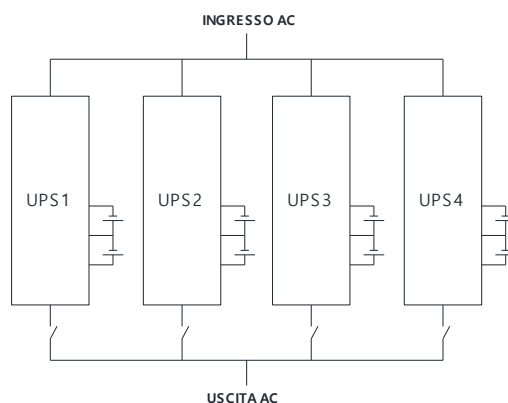

Fig. 4 Collegamento UPS in parallelo
- 6) Dopo aver configurato ogni singolo UPS, avviarli tutti in sequenza, il carico verrà alimentato dall'uscita del parallelo degli UPS (Fig.4). E' possibile configurare il parallelo degli UPS con un PC via RS232 come da procedura che segue.